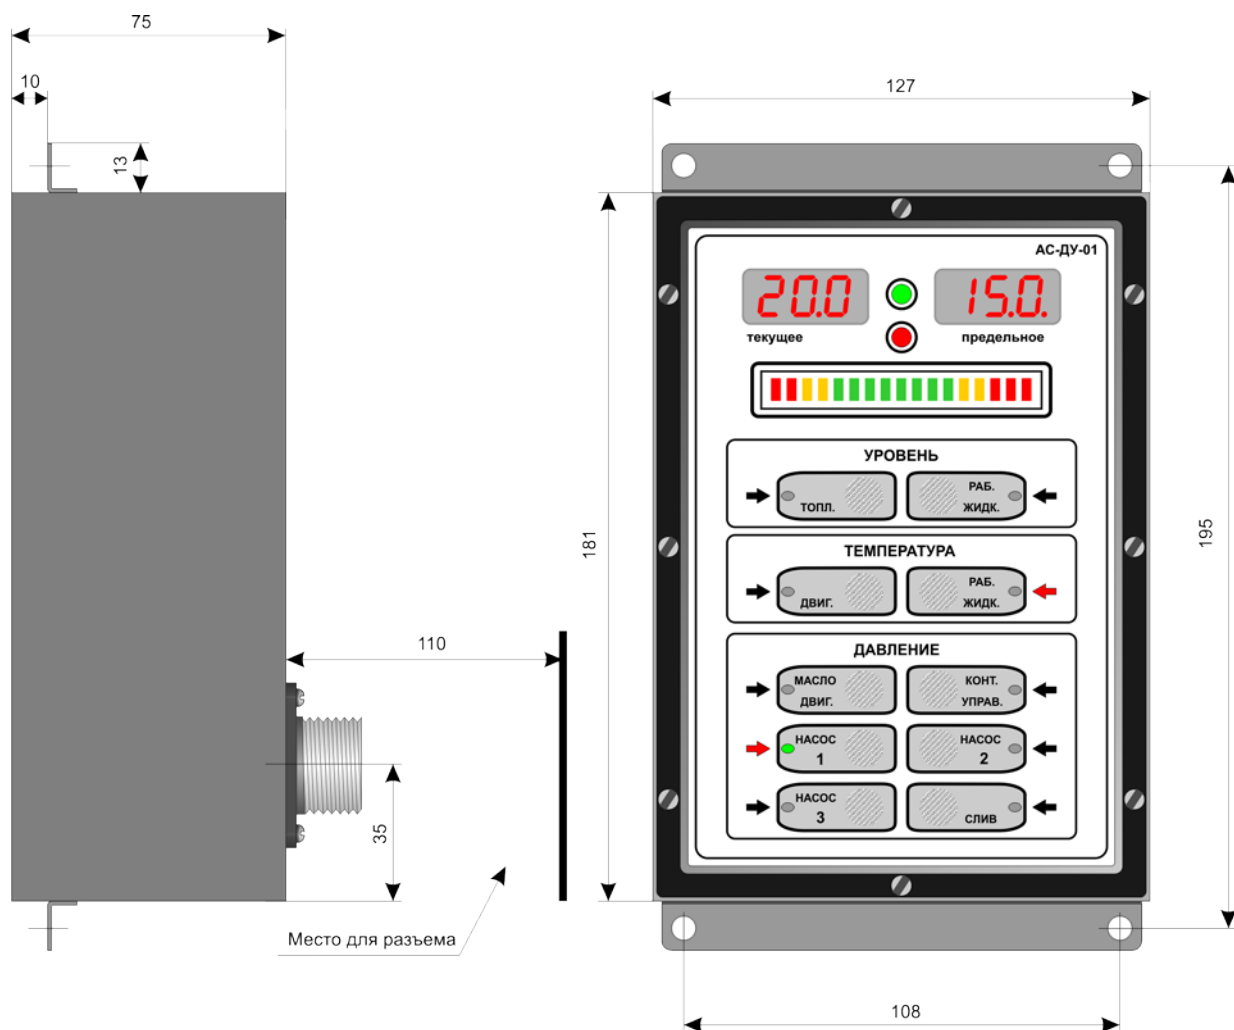

Рис.1
На лицевой панели прибора, Рис.1, *постоянно* выводится информация о состоянии одного из параметров диагностируемой машины:
- 1) Блок контроллера АС-ДУ-01 _____ 1 шт, Рис.1;
- блок контроллера, Рис.1, справа, у боковой стенки кабины;
6.4. Блок контроллера ДУ, Рис.1, представляет собой одноплатную микроЭВМ, включающую модули приема и обработки аналоговых и дискретных сигналов, модули управления индикаторами и реле. Блок питания, индикаторы, кнопки и реле размещены на этой же плате.